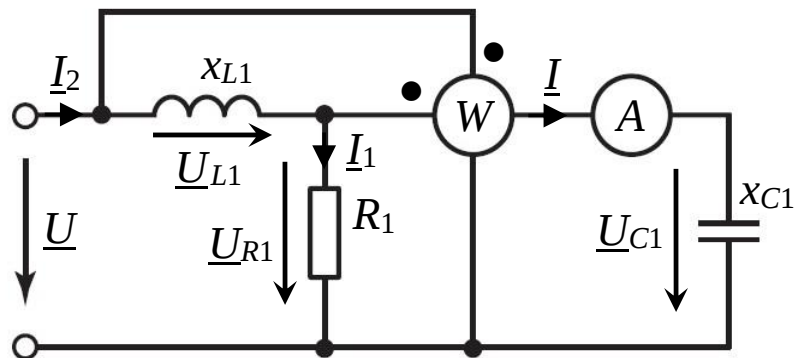

Рис. 2. Схема замещения расчетной цепи для комплексных величин
2. Найдем мгновенное напряжение на входных зажимах цепи синусоидального тока, воспользовавшись законом Ома в комплексной форме. Изобразим схему замещения расчётной электрической цепи для комплексных напряжений и токов (рис. 2).